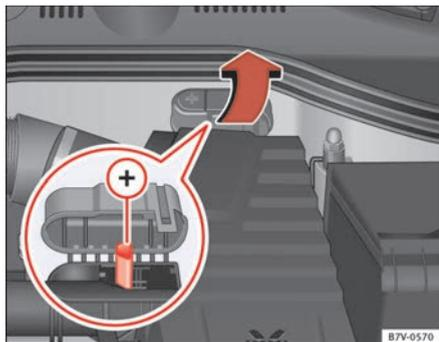

Abb. 225 Im Motorraum:
- Gegebenenfalls im Motorraum die Batterieabdeckung öffnen ⇒ Seite 331 bzw. Kappe des Pluspols³⁾ in Pfeilrichtung zur Seite klappen ⇒ Seite 387, Abb. 225.
- Ein Ende des *roten* Starthilfekabels an den Pluspol ⇒ Seite 387, Abb. 226  bzw. ⇒ Seite 387, Abb. 225  des Fahrzeugs mit der entladenen Fahrzeugbatterie  anklennen ⇒ .